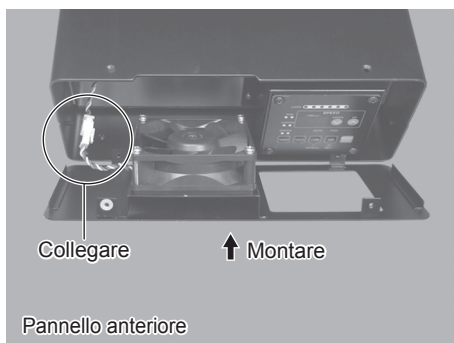

Fig. 45
(11) Collegare la presa del cavo della ventola (Fig. 45).
(12) Montare nuovamente il pannello anteriore del corpo principale del CONTROLLER (Fig. 45).